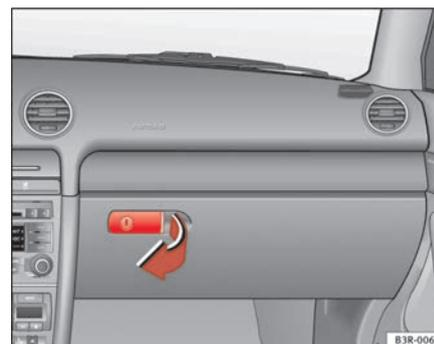

Fig. 129 Porta-luvas
- Puxe o punho da tampa no sentido da seta ⇒ fig. 129 e abra a tampa para baixo. ▶
- Abra o porta-luvas ⇒ página 155, fig. 129.